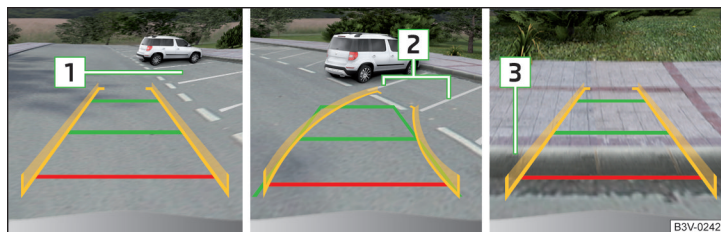

Abb. 279 Bildschirmanzeige
- An der ausgewählten Parklücke **1** » Abb. 279 langsam vorbeifahren und das Fahrzeug anhalten.